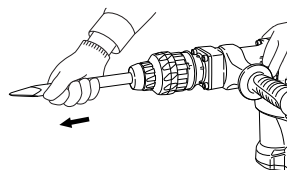

图 2
#### (4) 将夹持器 (A) 复位，拉工具以确认已卡紧 (图 2)。